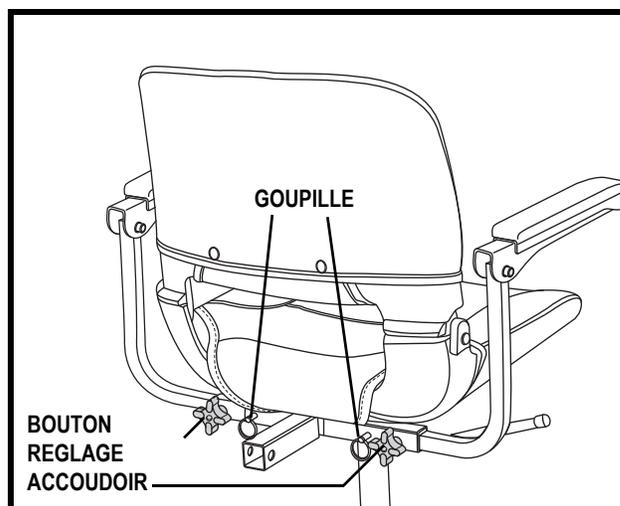

Figure 16. Réglage du siège
1. Desserrez les boutons de réglage. Voir la figure 16.